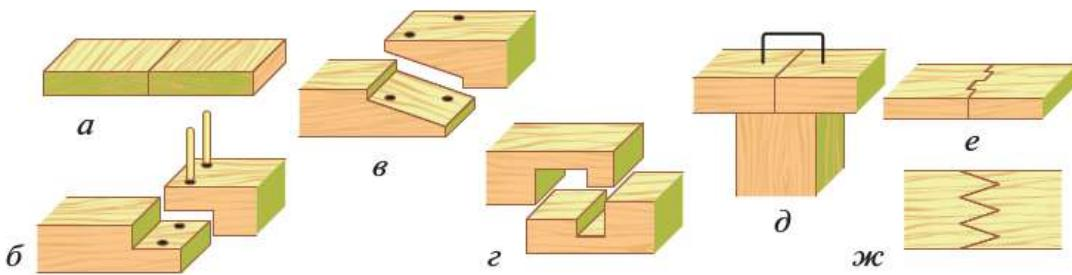

Рис. 4.36. Срашивание заготовок по длине:
Срашивание — соединение заготовок по длине (досок, брусков) (рис. 4.36), позволяющее использовать отходы древесины. Применяют несколько видов срашивания:
- *торцевое* — соединение склеиванием (рис. 4.36, а);
- *вполдерева*, при котором длина стыка должна быть в 2—2,5 раза больше толщины бруска (рис. 4.36, б);
- *косым прирубом*, когда длина стыка равна 2,5—3 толщинам бруска (рис. 4.36, в);
- *в прямой накладной замок*, где длина стыка должна быть в 2,5—3 раза больше толщины бруска (рис. 4.36, г);
- *впритык* — это срашивание производят, когда два отрезка ложатся на опору своими концами, которые для прочности соединяют скобами (рис. 4.36, *д*);
- *шиповое* — соединение торцов шипом (рис. 4.36, *е*);
- *зубчатое* — соединение на тупой зуб, которое является наиболее прочным соединением по длине (рис. 4.36, *жс*).